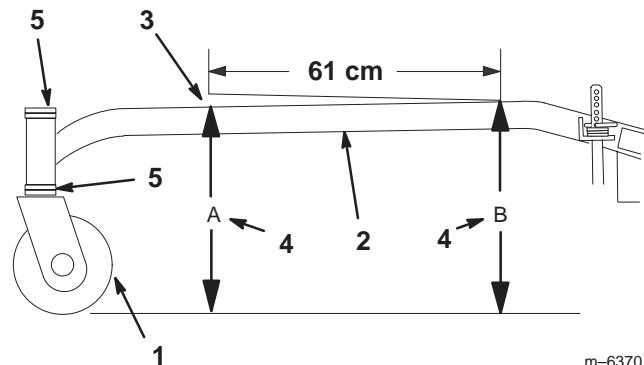

Figure 47
L'inclinaison avant/arrière du bâti porteur doit être égale à 6 mm sur 61 cm de sa longueur (Fig. 47).
1. Mesurez 61 cm sur le bâti porteur (Fig. 47).
2. Mesurez la hauteur du bâti porteur au point A (Fig. 47).
3. Mesurez la hauteur du bâti porteur au point B (Fig. 47).
4. La hauteur au point A doit être inférieure de 6 à 10 mm par rapport au point B (Fig. 47).
5. Si ce n'est pas le cas, déplacez les entretoises des roues pivotantes de manière à obtenir l'inclinaison voulue de 6 à 10 mm (Fig. 47). Déplacez les entretoises en haut ou en bas pour corriger l'inclinaison.